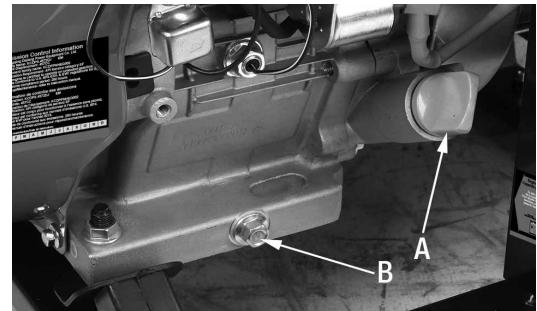

Figure 13
- 1) Desserrez la jauge à niveau l'huile (A) Fig.13.
- 2) Placez un contenant sous le boulon hexagonal d'écoulement (B), retirez le boulon hexagonal (B) et vidangez.
- 3) Une fois que l'huile est complètement écoulé, reserrez le boulon hexagonal (B).